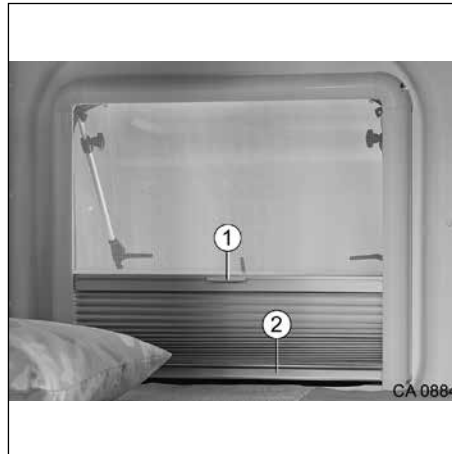

Fig. 11 Store occultant et store moustiquaire
- Tirer le store occultant à la poignée du haut vers le bas en le tenant à la poignée (Fig. 11, pos. 2).
- Glisser le store occultant du bas vers le haut en le tenant à la poignée (Fig. 11, pos. 2).
- Tirer le store moustiquaire du haut vers le bas en le tenant à la poignée (Fig. 11, pos. 1).
- Glisser le store moustiquaire du bas vers le haut en le tenant à la poignée (Fig. 11, pos. 1).